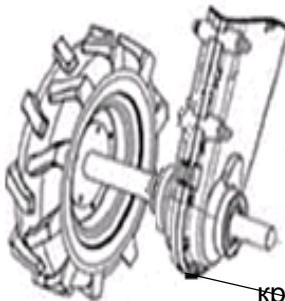

Рис. 20
2. Открутите крышку маслосливного отверстия. (см. рис. 20) Для ускорения слива снимите крышку с маслозаливного отверстия.